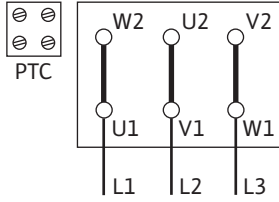

Fig. 13: Δ devresi
- Elektrik şebekesi bağlantısı, P2 motor gücüne, şebeke gerilimine ve açma türüne bağlıdır. Klemens kutusundaki bağlantı köprüleri için gerekli devreleme aşağıdaki tablo ile Fig. 13, 14 ve 15'e göre gerçekleştirilmelidir.